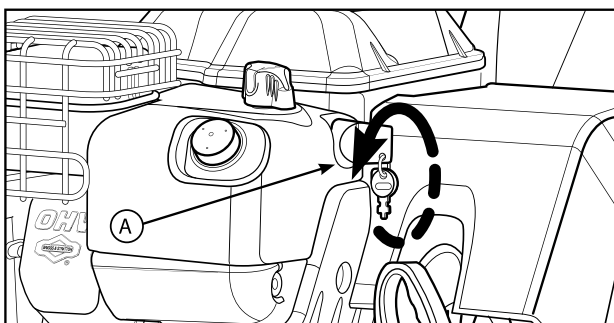

Рис. 7
1. Поверните ключ ВКЛ/ВЫКЛ (А, рис. 7) в положение ВЫКЛ и выньте его, либо выньте ключ зажигания.